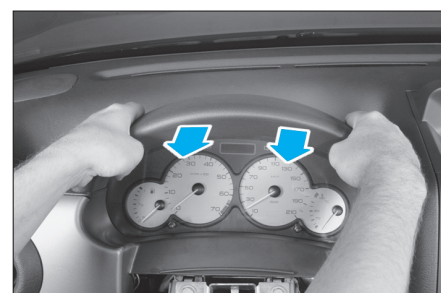

FIG. 22
- Dégrafer l'entourage supérieur du combiné d'instruments en le tirant fermement vers soi (Fig.22).